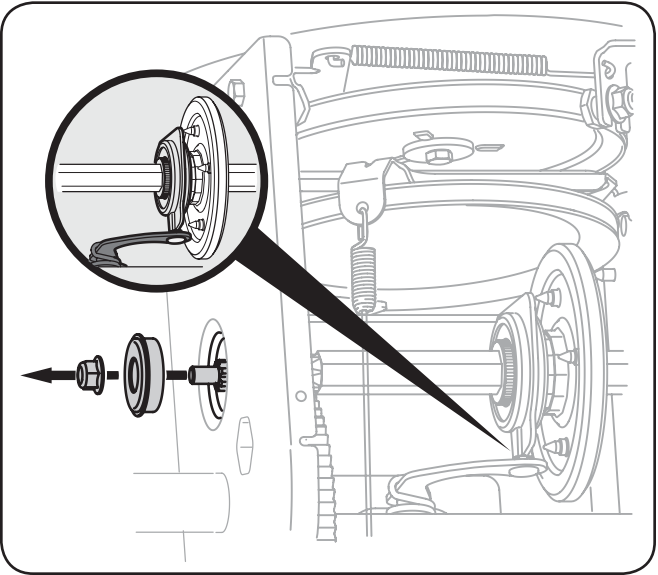

Fig. 7-9
5. Retirez doucement l'écrou à six pans et la rondelle qui maintiennent l'arbre hexagonal sur le châssis de la souffluse et frappez doucement sur l'extrémité de l'arbre pour dégager le roulement à billes du côté droit du châssis. Voir la Fig. 7-9.